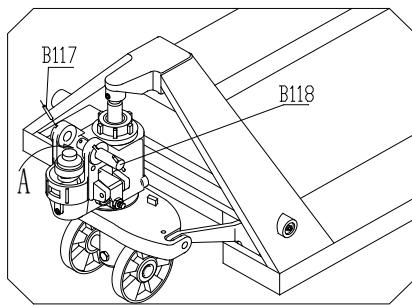

Рисунок 1.
- См. рис.1. Пружинный штифт B117 извлекается из осевого штифта B118 перед извлечением шкворня поворотной цапфы B118.